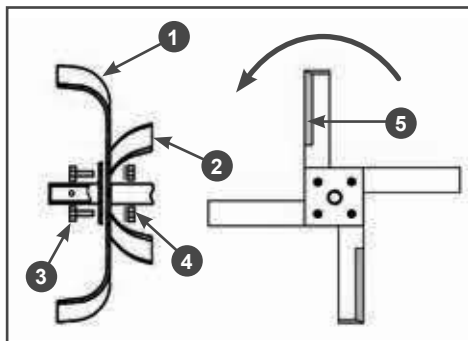

Рис.2 Сборка правой фрезы
2. Установите ножи фрез на квадратные фланцы осей фрез. Установку ножей нужно начинать с внутреннего фланца оси (Рис. 2). Для примера на Рис. 2 показана установка ножей на внутренний фланец оси правой фрезы. В первую очередь на фланец с внутренней его стороны устанавливаются правые ножи 2 (имеющие изгиб в сторону от редуктора), затем на фланец с внешней его стороны устанавливаются левые ножи 1 (имеющие изгиб к редуктору) (Рис. 2).
3. Закрепите ножи на фланце оси с помощью болтов 3 и шайб с гайками 4 (Рис. 2).
культиватора вперед (Рис. 2).